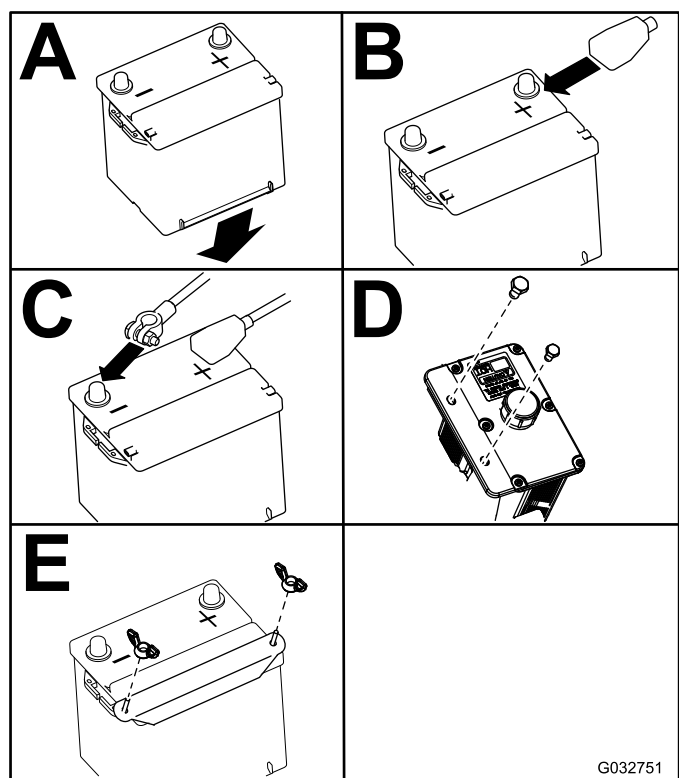

Figure 59
**Remarque:** Placez la batterie dans son support en tournant les bornes à l'opposé du réservoir hydraulique (Figure 59).